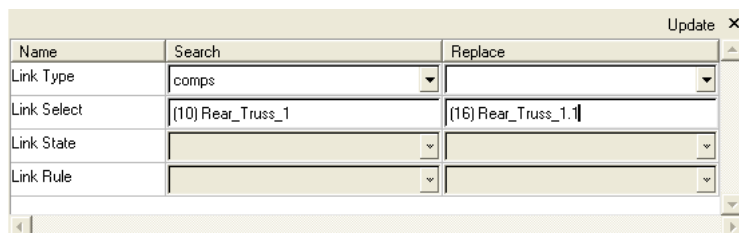

图 6-64 选择 Rear_Truss_1.1
- (6) 单击 Replace 栏下的 Link Select 框。
- (7) 单击 component, 选择 Rear_Truss_1.1, 如图 6-64 所示。
- (8) 单击 proceed 按钮, 选择该 component。